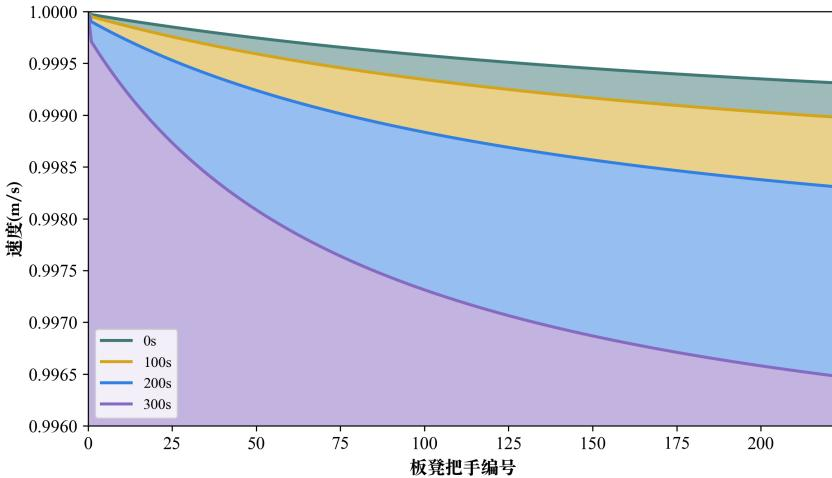

图4 不同时刻下板凳龙把手的速度情况
- 如图 4所示，随着时间增加，各节龙身把手以及龙尾速度均在减小，且龙身把手位置